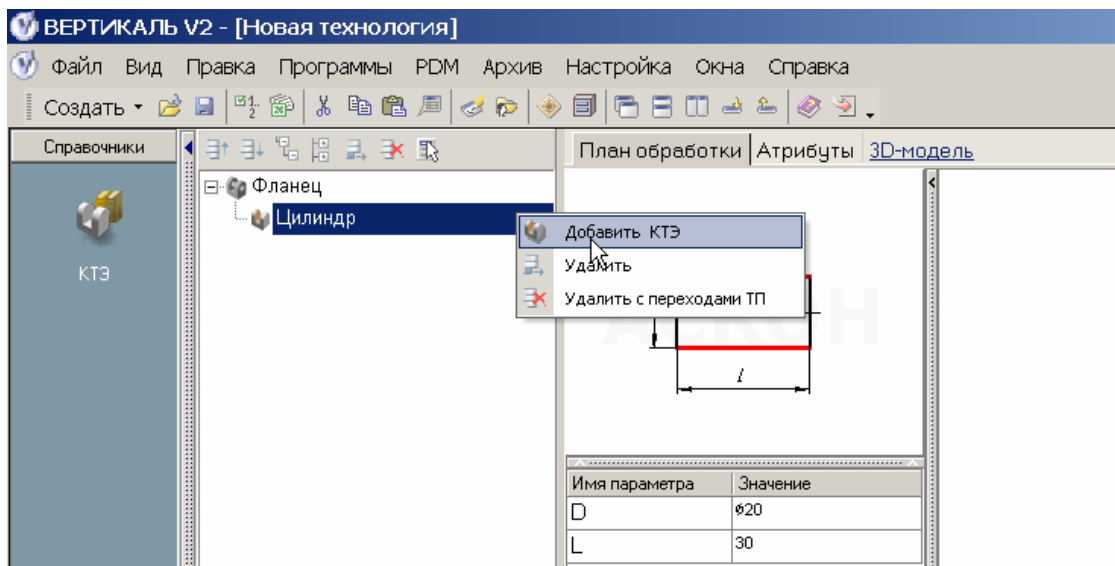

Рисунок 21 – Добавление КТЭ
2. Щелчком правой кнопки мыши открываем контекстное меню и выберите пункт **Добавить КТЭ** (рисунок 21).